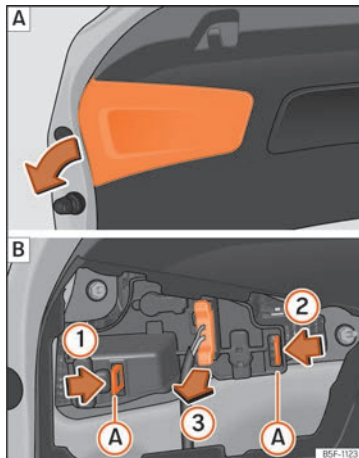

Abb. 117 Abdeckung der Heckklappe entfernen und Lampenträger ausbauen.
- Nehmen Sie die Abdeckung der Heckklappe in Pfeilrichtung ab »» **Abb. 117** **A**.
- Entriegeln Sie die Befestigungsglaschen **A** des Lampenträgers in Pfeilrichtung **1** und **2** »» **Abb. 117** **B**.
- Ziehen Sie den Lampenträger in Pfeilrichtung heraus **3** »» **Abb. 117** **B**.
- Bauen Sie den Lampenträger ein und achten Sie darauf, dass die Halteclips **(A)** » **Abb. 117** **(B)** richtig befestigt sind.